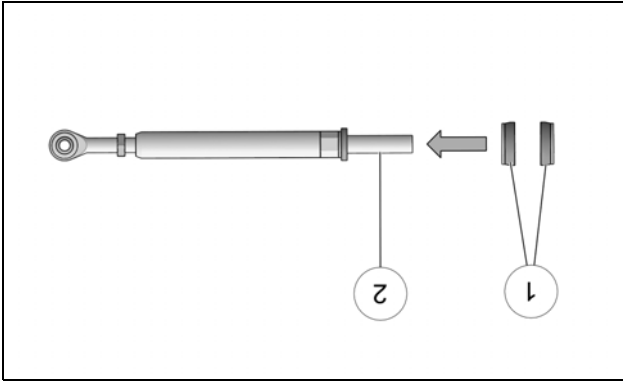

Figure 8
- Insérer deux des amortisseurs de caoutchouc (1) à la tige inférieure du bras de couplage (2). Les surfaces de caoutchouc de ces amortisseurs doivent être positionnées l'une contre l'autre. Voir la Figure 8.